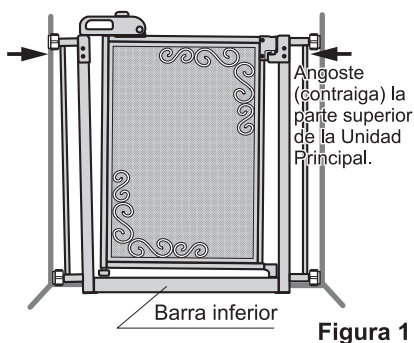

Figura 1
- Por seguridad, la barra inferior debe hacer contacto con el piso según se muestra en la Figura 1.